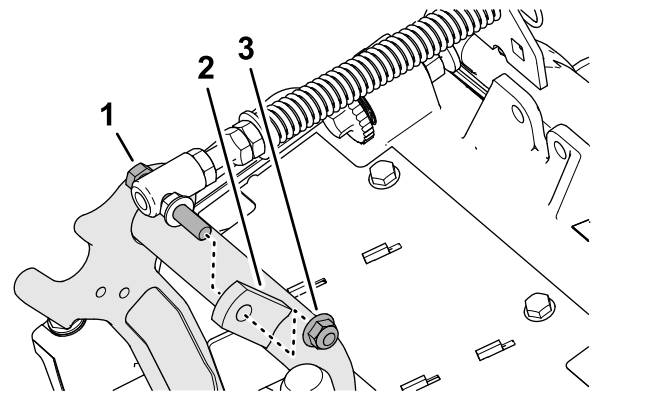

Рисунок 8
3. Отверните фланцевую контргайку ($\frac{3}{8}$ дюйма), которая крепит колпачковый винт пружины компенсации состояния грунта к правому выступу несущей рамы, и снимите пружину компенсации с режущего блока (Рисунок 8).